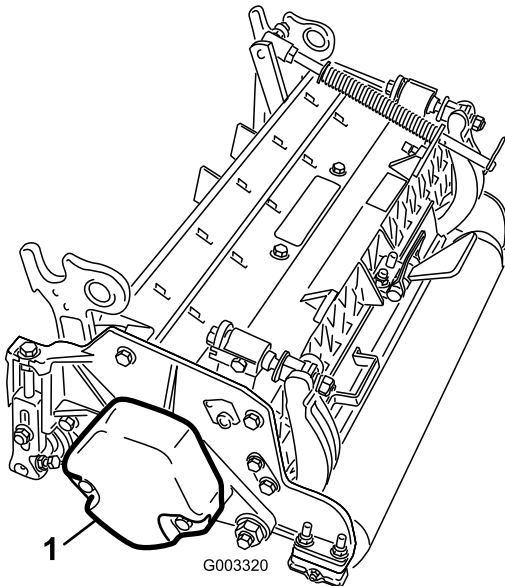

Bild 4
4. Stellen Sie sicher, dass das Gegengewicht (**Bild 4**) am richtigen Ende jeder Schneideinheit montiert ist, siehe die *Bedienungsanleitung* der Schneideinheiten.